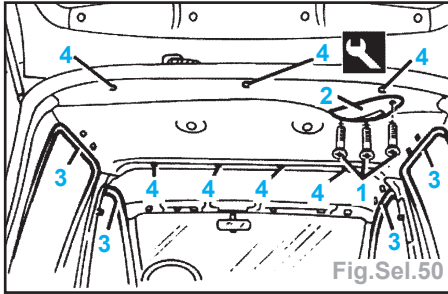

Fig.Sel.50
- Déposer les vis (1) du carter (2) de ceinture de sécurité et le carter (2) (Fig.Sel.50).